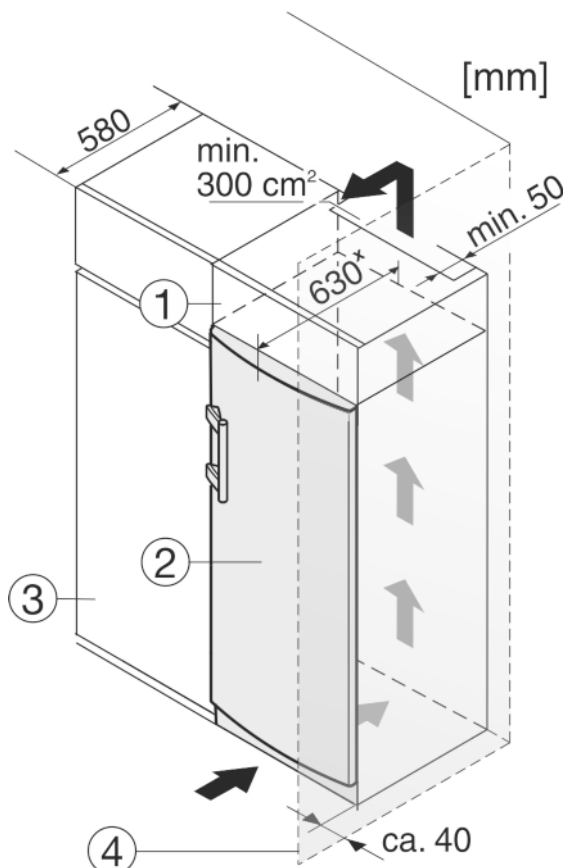

Fig. 11
Spotřebič lze zabudovat do kuchyňských skříní. K vyrovnání spotřebiče Fig. 11 (2) na výšku kuchyňské linky lze na přístroj nasadit nástavec Fig. 11 (1).
Při montáži do kuchyňských skříní (hloubka max. 580 mm) lze přístroj instalovat hned vedle kuchyňské skříně Fig. 11 (3). Přístroj přesahuje přední stěnu kuchyňské skříně na stranách o 34 mm* a uprostřed o 50 mm*.
Když se přístroj instaluje závěsy vedle stěny Fig. 11 (4), musí být vzdálenost přístroje od stěny alespoň 40 mm. To odpovídá přesahu madla při otevřených dveřích.